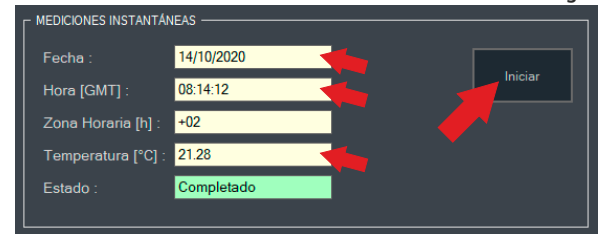

Fig. 5
- Utilizar un frecuencímetro para su medición, conectando las puntas en los bornes de la regleta del adaptador de verificación (fig. 5) y medir la frecuencia, anotar el valor obtenido (fm).